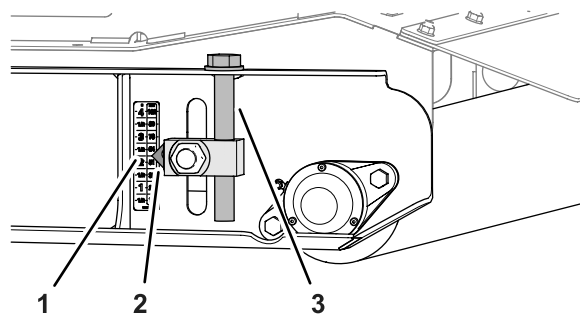

図 83
5. 後ローラのところで、左右の刈高アジャスタを、デカルの 57 mm 2¼"マークに合わせて 図 83。